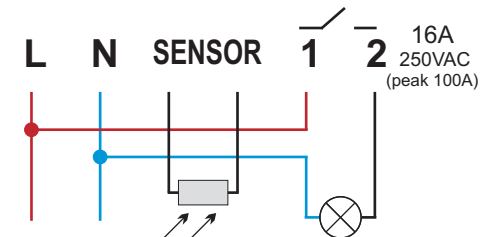
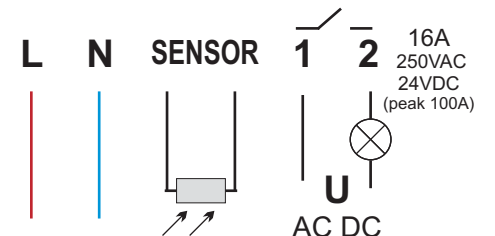

Abb. 3.: Anschlusspläne des DÄMMERUNGSSCHALTERS TS-51 wenn der Empfänger mit 230V AC betrieben wird.
Abb. 4: Anschlusspläne des DÄMMERUNGSSCHALTERS TS-51-3 wenn der Empfänger mit einer anderen Spannung als 230V AC betrieben wird.
3. Verbinden Sie die Zuleitungen gemäß dem Diagramm (Abb. 3 oder Abb. 4)
Schematische Darstellungen des Funktionsprinzips des DÄMMERUNGSSCHALTERS TS-51-3 sind in Abb. 4 dargestellt.